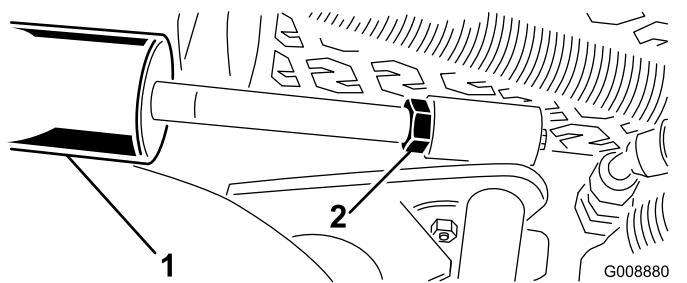

Figura 31
1. Allentate il controdado del cilindro di sollevamento (Figura 31).